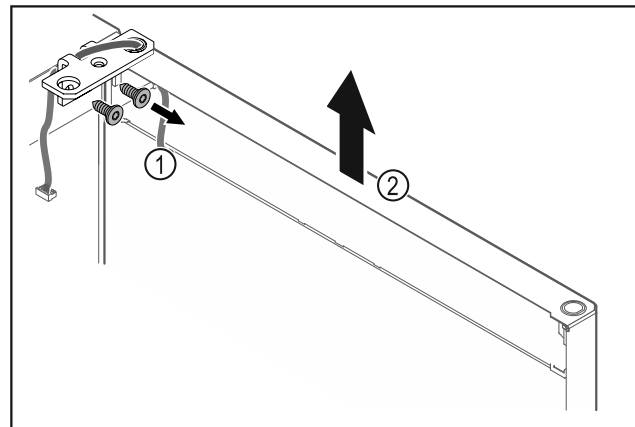

Fig. 27
- ▶ Scharnierhoek Fig. 27 (1) losschroeven.
- ▶ Deur inclusief scharnierhoek Fig. 27 (2) circa 200 mm recht omhoogtillen en verwijderen.